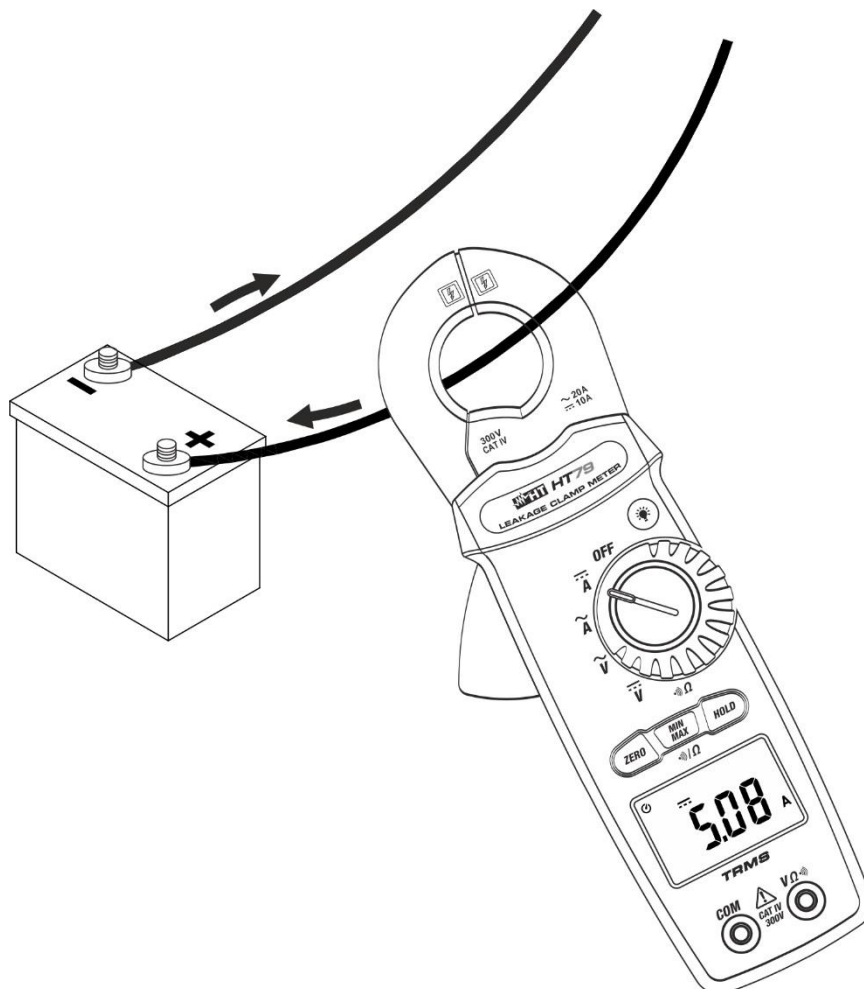

Fig. 8: Uso do instrumento para medir Correntes CC
3. Inserir o cabo no interior do toróide no centro do mesmo (ver Fig. 8) para obter medições precisas (ver Fig. 2). O valor da corrente CC, é apresentado no display